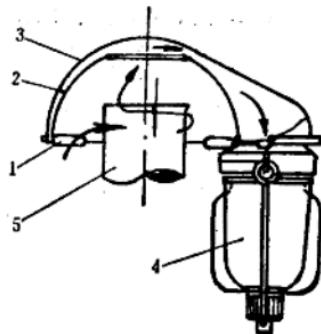

图1-2 粗滤总成
(1) 粗滤部分(如图1-2)。这个部分又叫离心除尘器，由罩帽、集尘罩、导流片、集尘杯等组成。发动机工作时，由于气缸内的真空吸力，空气以很高的速度首先经过导流片构成的进气孔进入罩内，导流片倾斜一角度使空气产生由下而上的高速(10000~12000转/分)螺旋旋转运动。混杂在空气中的50~60%的较重尘粒在离心力的作用下，甩到集尘罩上，沿罩臂进入罩帽和集尘罩所形成的空腔而后落入集尘杯内，使空气进行了第一次滤清。